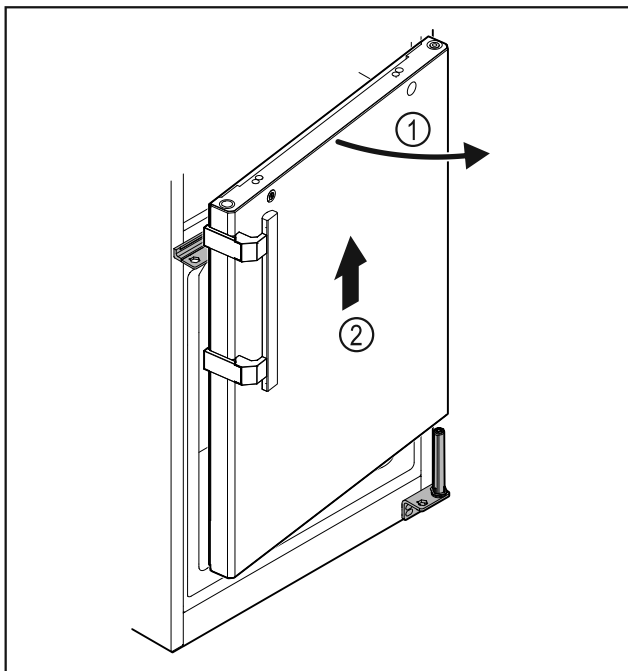

Fig. 24
- ▶ Tür Fig. 24 (1) leicht öffnen, circa 200 mm gerade nach oben heben und abnehmen Fig. 24 (2).